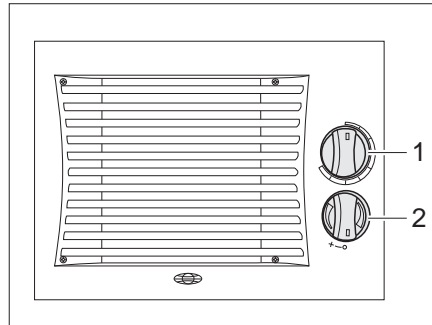

Fig. 196 Boutons de commande d'échangeur de chaleur supplémentaire
- Tourner le bouton tournant (Fig. 196,1) du régulateur de débit jusqu'à la position souhaitée. Le circuit d'eau est ouvert.
- Tourner l'interrupteur (Fig. 196,2) du ventilateur à air pulsé dans le sens des aiguilles d'une montre.
- Tourner l'interrupteur de soufflerie (Fig. 196,2) sur "O".
- Tourner entièrement le bouton tournant (Fig. 196,1) du régulateur de débit dans le sens inverse.